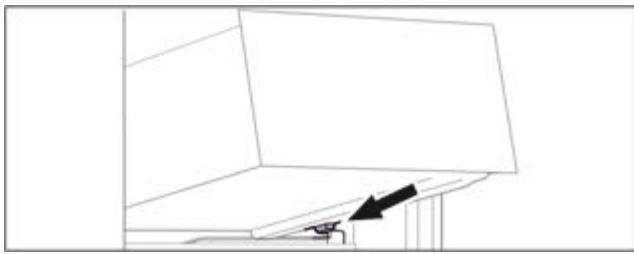

Fig. 63
- Встановити висувний ящик за стопорами на ребро для резервуару навколо. (див. Fig. 63)